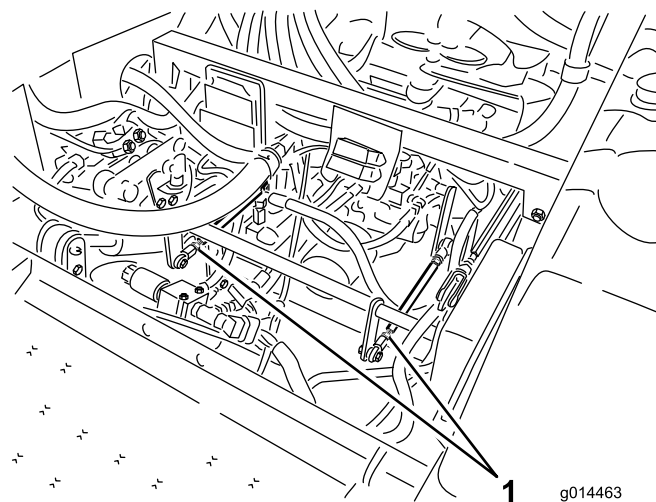

Figura 46
- Se o pneu traseiro esquerdo estiver a rodar, desaperte as porcas de bloqueio na barra de controlo da transmissão do lado esquerdo (Figura 46).